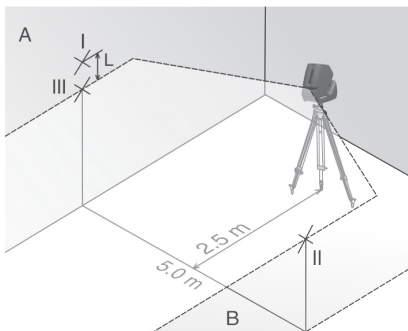

рис. 2
- установить прибор, повернув его на 180° (см. рис. 2)